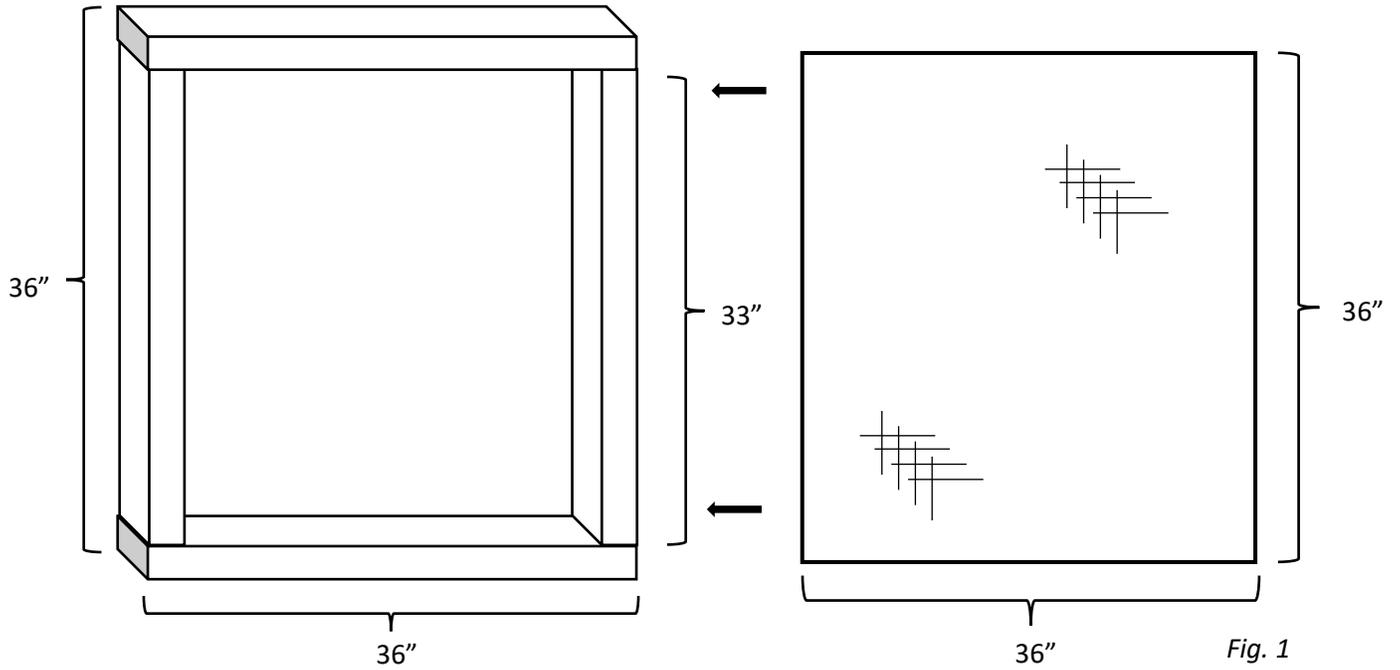

Fig. 1
### (2) Divider frames: Fig. 1, 2